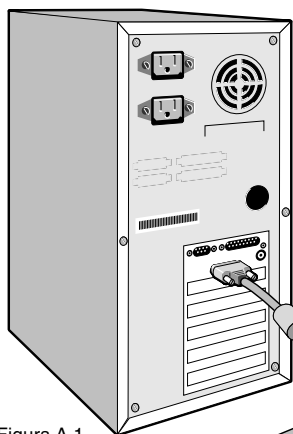

Figura A.1
2. **Per i PC:** Collegare il minispinotto D-SUB a 15 piedini del cavo del segnale appropriato al connettore della scheda video del vostro computer (Figura A.1). Stringere tutte le viti.